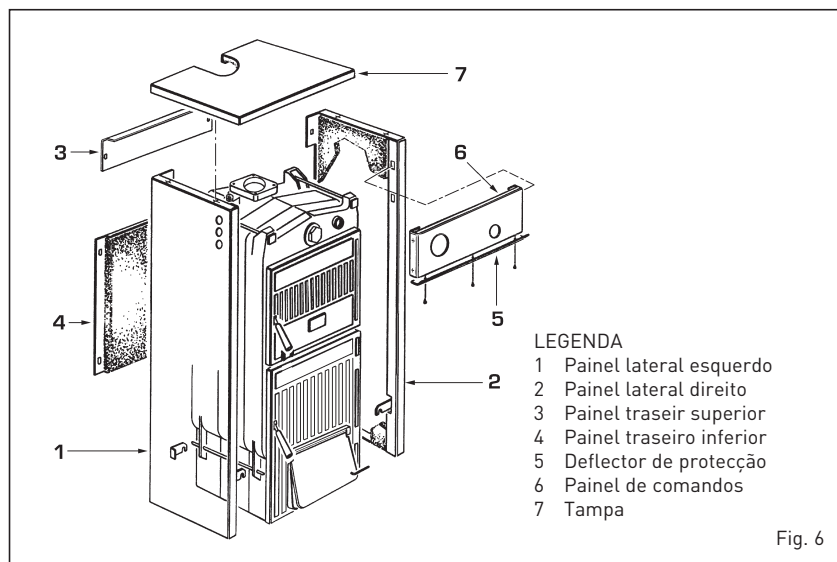

Fig. 6
A montagem dos componentes da carcaça deve ser efectuada do seguinte modo (fig. 6):
**dor, é necessário retirar o deflector em alumínio, montado no quadro de comando, desapertando os três parafusos que o fixam (fig. 6). Depois de efectuada a montagem e a respectiva regulação, colocar novamente o deflector de protecção.**